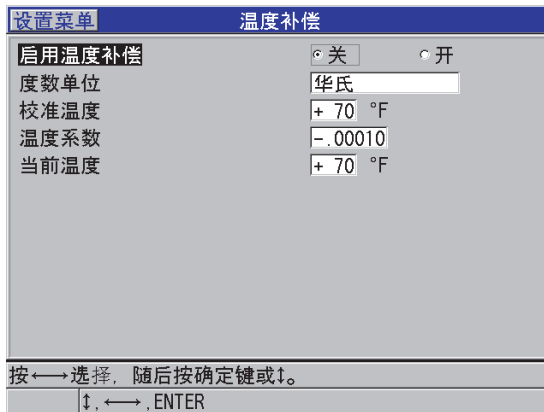

图 10-18 温度补偿屏幕
3. 在**温度补偿**屏幕中（参见第 164 页的图 10-18）：